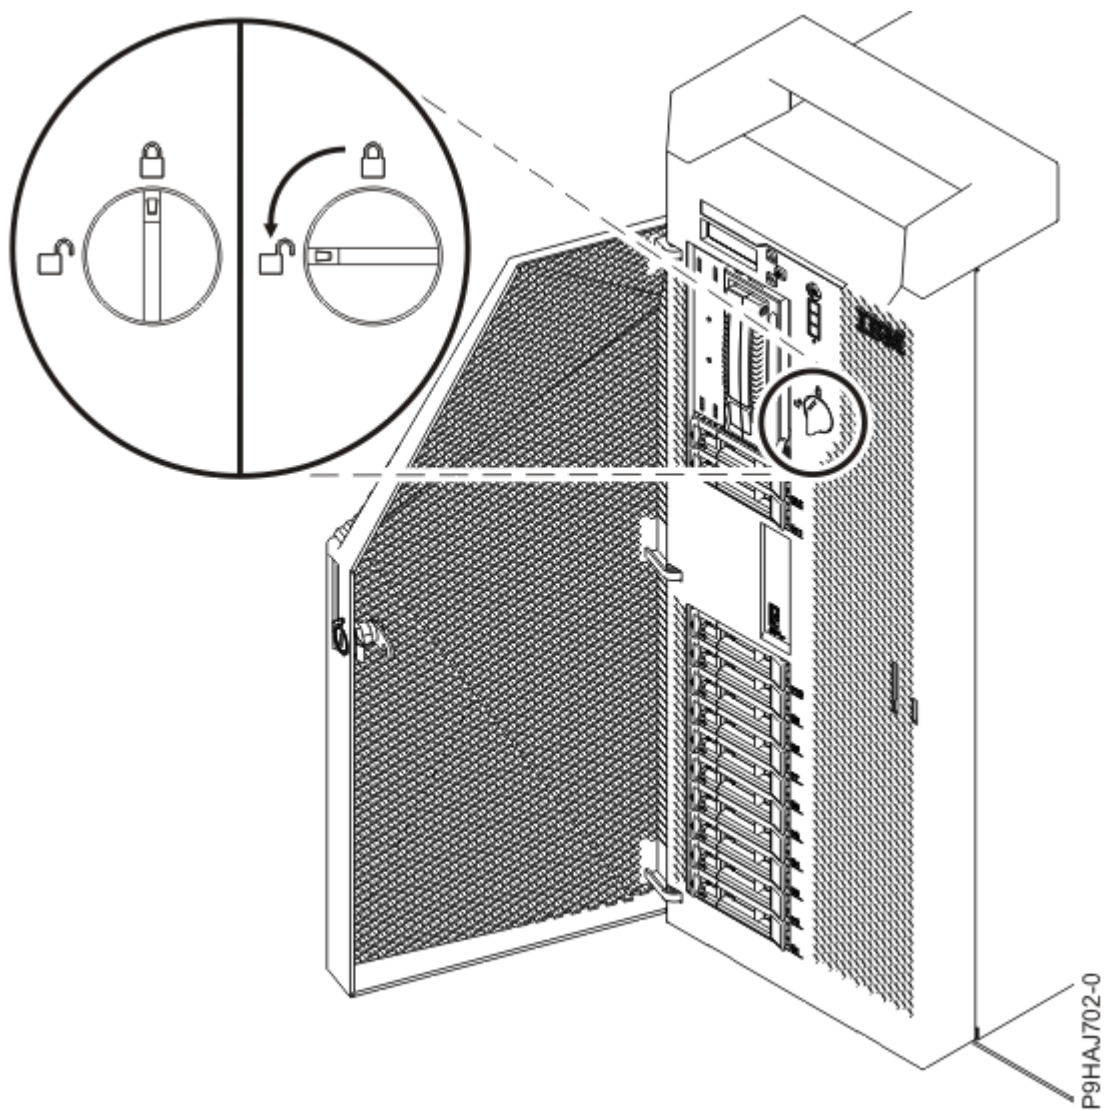

図 3. 前面カバー・ラッチのオープン
- c) カバー・ラッチを左 (反時計方向) にひねってカバーをアンロックします (4 ページの図 3 を参照)。垂直方向がロック状態で、水平方向がアンロック状態です。